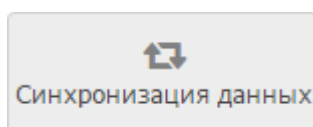

Рисунок 9.46 — Кнопка **Синхронизация данных**
2. Выберите узлы, данные которых требуется синхронизировать и нажмите на кнопку **Синхронизация данных** (рисунок 9.46).